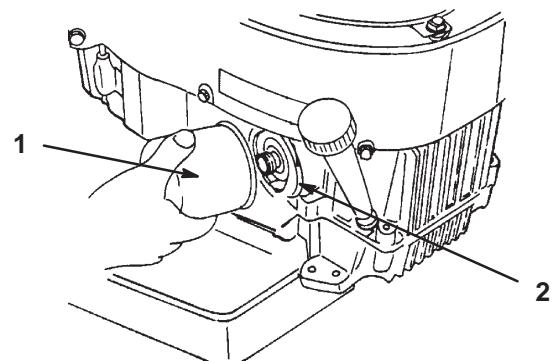

Figure 35
2. Déposez le filtre usagé (Fig. 35).
3. Appliquez une fine couche d'huile neuve sur le joint en caoutchouc du filtre de rechange (Fig. 35).
4. Posez le filtre à huile de rechange sur l'adaptateur. Tournez le filtre dans le sens horaire jusqu'à ce que le joint en caoutchouc touche l'adaptateur, puis donnez 3/4 tour supplémentaire (Fig. 35).